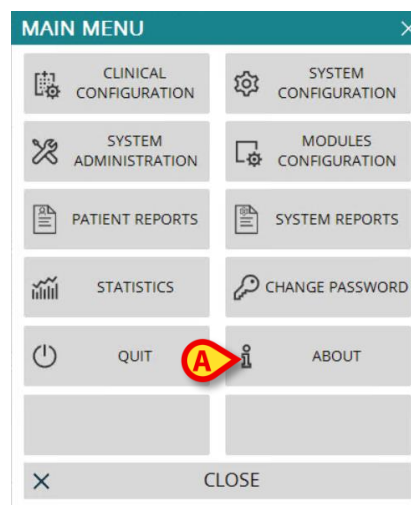

Fig 9
Er verschijnt een meerkeuzemenu (Fig 9).
- Klik op het menu op de toets **Informatie** (Fig 9 A).